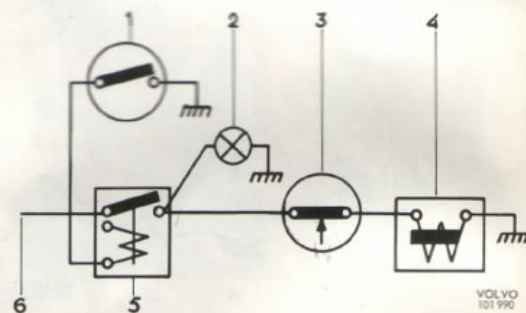

Bild 3. Elektriskt kopplingschema
Vid inkoppling av överväxeln slår man till en kontakt placerad under ratten eller på instrumentbrädan. Ström passerar denna kontakt och går via kontakten på växellådan till en solenoid (4) på överväxeln, se bild 3.